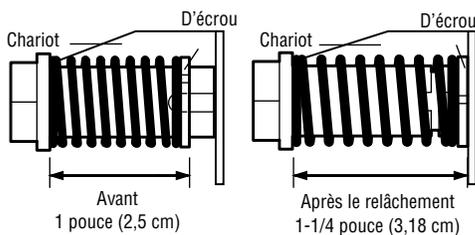

Figure 3
- Placer une clé ouverte de 7/16 de pouce sur l'extrémité carrée. Tourner environ 1/4 de tour jusqu'à ce que le ressort se dégage et enclenche la bague contre le chariot (Figure 3). Ceci étend le ressort pour une tension optimale de la courroie.